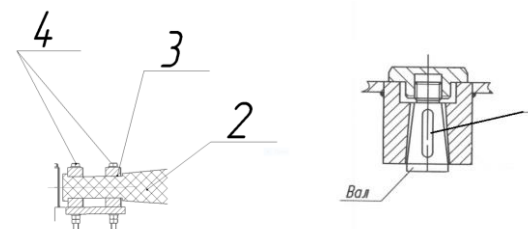

Рисунок 2
- установить ступицу на вал привода и закрепить ее шпоночным соединением (1, рис. 2);
- вставить хвостовики лопастей (2) в пазы ступицы (3) и зафиксировать их при помощи болтового соединения (4) и стопорных пластин (5).